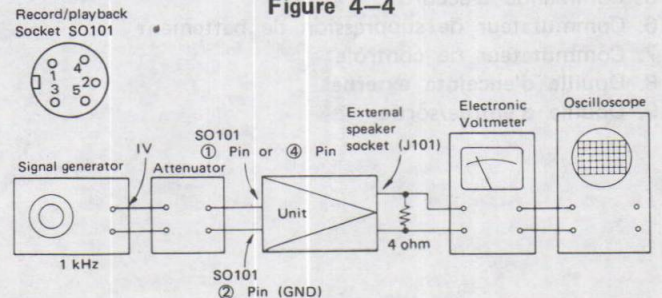

Figure 4-5
1. Make connection of instruments as shown in Figure 4-5.
1. Die Instrumente gemäß Abbildung 4-5 anschließen.
1. Etablir entre les instruments les connexions indiquées dans la Figure 4-5.